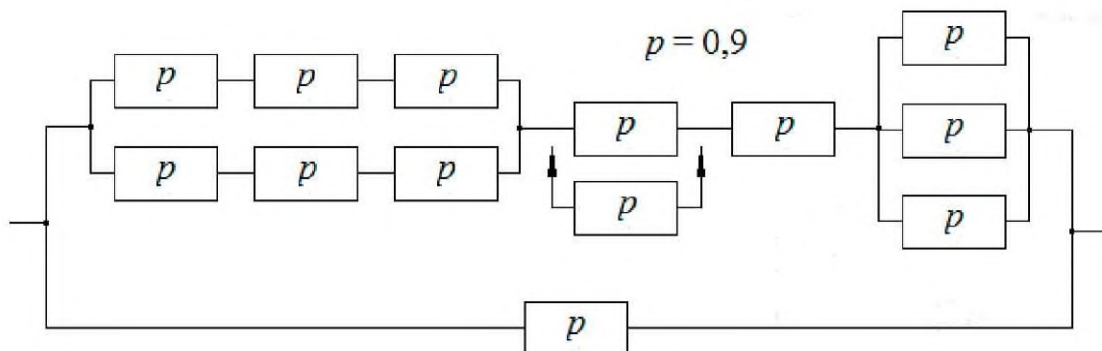

Рис. 3. Схема расчета надежности к задаче 3
3. Дана система, схема расчета надежности которой изображена на рис. 3. Необходимо найти вероятность безотказной работы системы при известных вероятностях безотказной работы ее элементов.